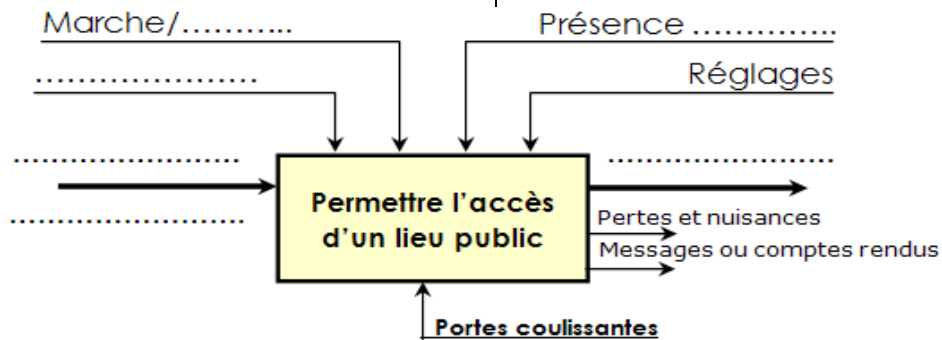

Figure 3
- 3.1- **Compléter** alors cet actigramme de la **figure 3** de la **page suivante**.